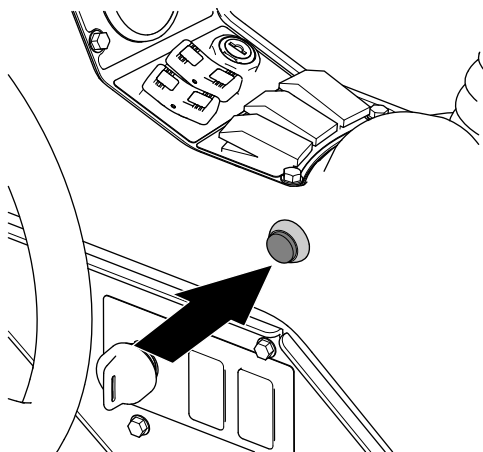

Рисунок 240
7. На машине установите главный выключатель секций в положение Он (Вкл.) (Рисунок 240).